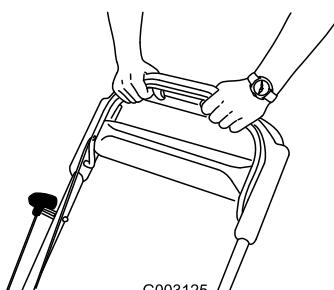

Figura 23
3. Tenete la barra di comando della lama contro la stegola (Figura 23).